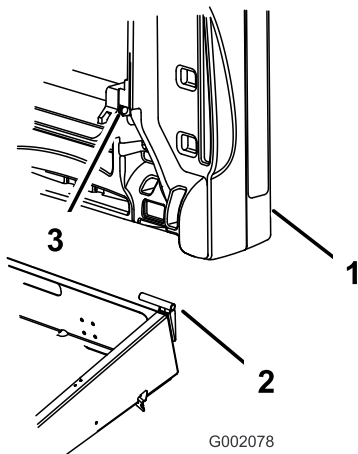

Bild 12
3. Schieben Sie das Befestigungsloch der Staubox über die Schwenkhalterung (Bild 12).